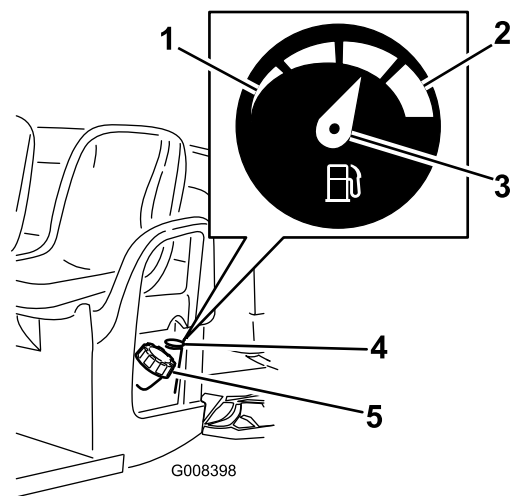

Figura 19
2. Limpe a zona em torno do tampão do depósito de combustível (Figura 19).